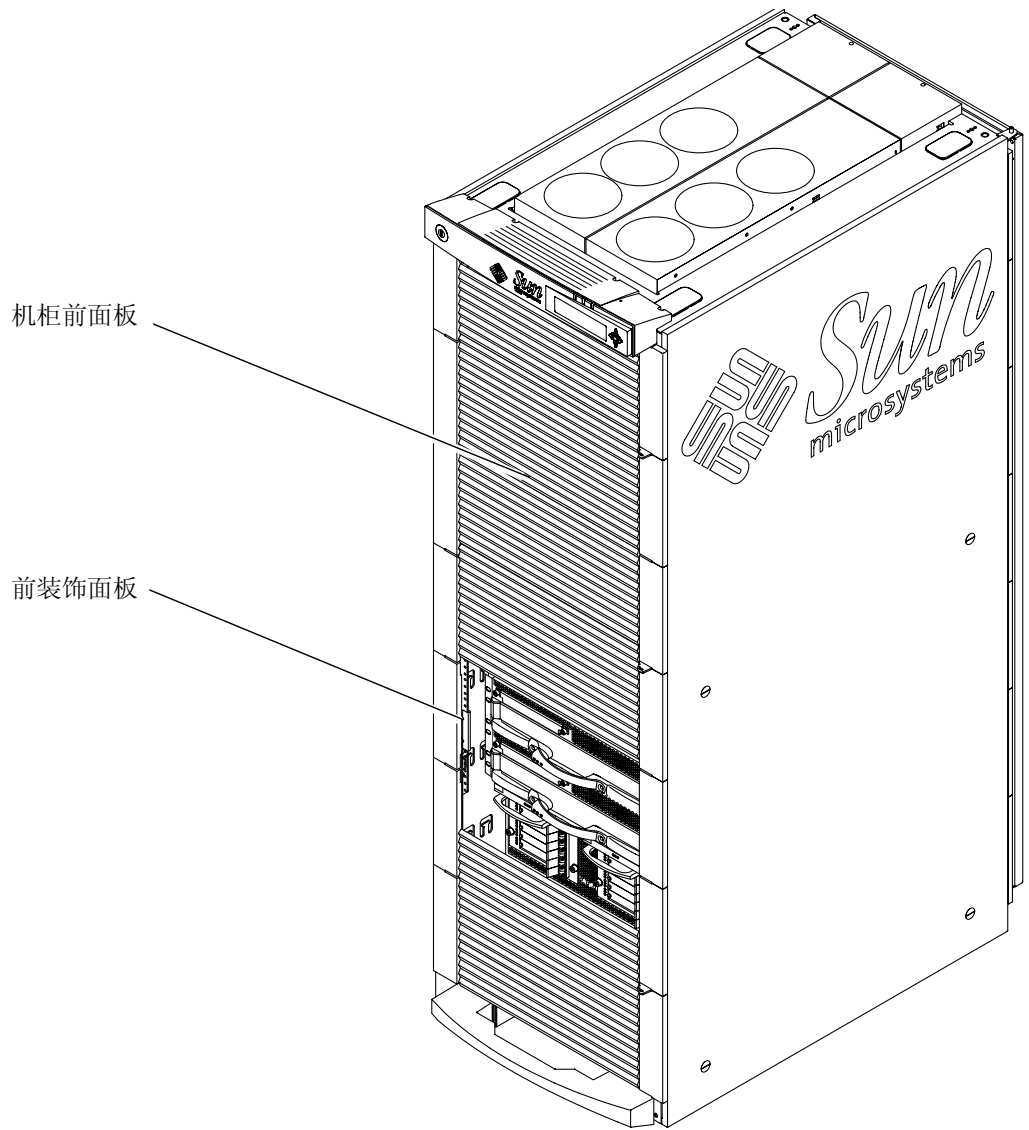

图 3-7 机柜前面板位置
2. 通过紧固每一面板前端左右两侧的螺丝，固定其余的面板（图 3-7）。